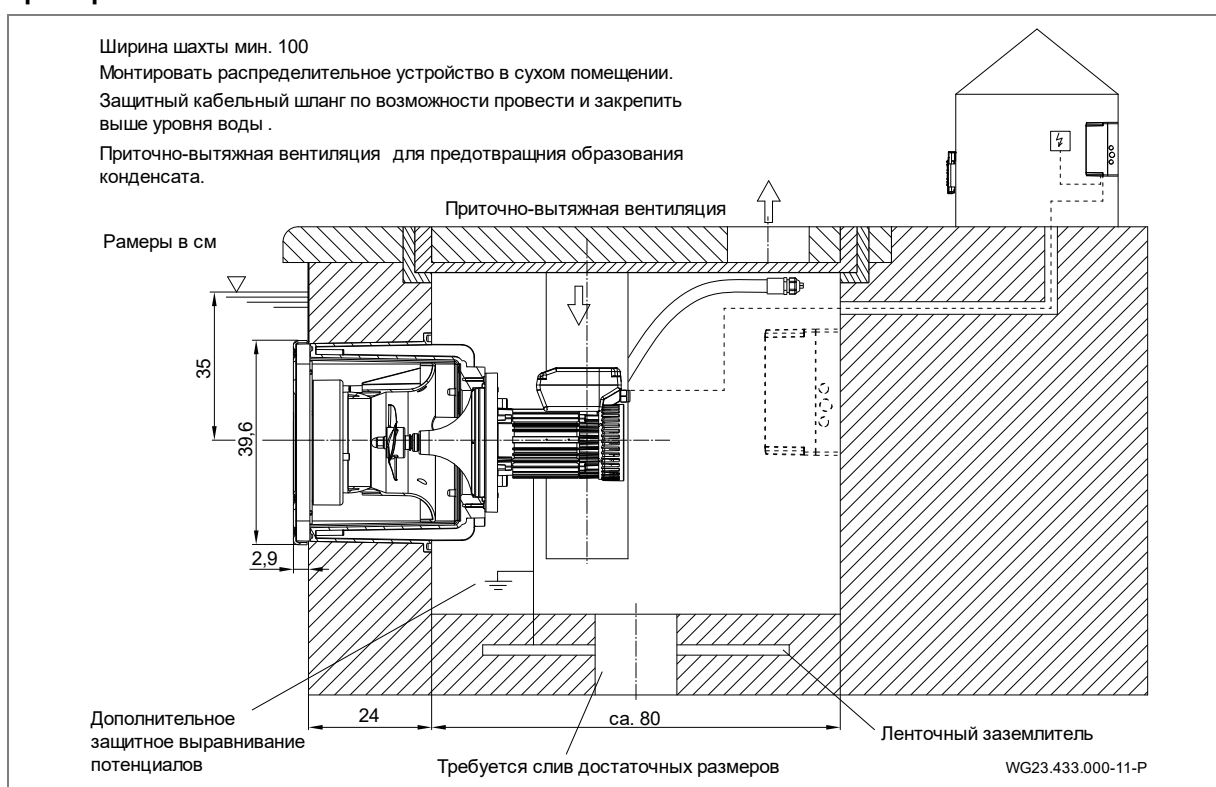

Рис. 17
1. Штуцер для подключения (d, (Рис. 17)) на пластиковом корпусе (1) и гнездо для подключения защитного кабельного шланга (12) обработать очистителем для PVC-U/ABS.
Установка размещается в шахте, граничащей с кромкой бассейна. В помещении для размещения оборудования должна присутствовать надлежащая приточная и вытяжная вентиляция, а также подходящий сливной трап. Должна быть предусмотрена возможность закрепления защитного кабельного шланга (по возможности выше уровня воды). В шахте должно иметься присоединение для уравнивания потенциалов. См. "Рис. 17" на стр. 21. Должно иметься достаточное свободное пространство для монтажа и демонтажа двигателя и блока привода.